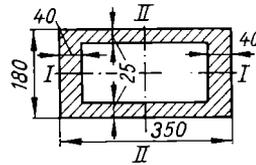

Bild 57
91. Der Ständer einer Werkzeugmaschine hat den skizzierten Querschnitt (Bild 57). Gesucht sind die Trägheits- und Widerstandsmomente **a)** für Achse *I*; **b)** für Achse *II*.